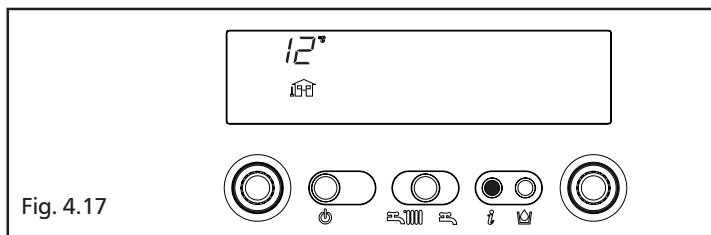

Fig. 4.17
**Info 1** solo con sonda esterna collegata, visualizza la temperatura esterna (esempio 12 °C) (fig. 4.17).